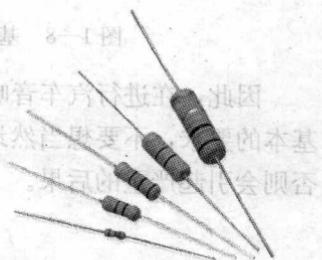

图 1—9 色环电阻器
色环电阻器是在电阻器表面用不同颜色的色环表示电阻阻值与误差的电阻器，如图 1—9 所示。
(1) 四色环电阻器。四色环电阻器用四道颜色环来表示电阻器的阻值与误差，第一色环、第二色环表示顺序的两位有效数字；第三色环表示有效数字后“0”的个数；第四色环表示误差：金色表示 5%，银色表示 10%，无色表示 20%。四色环电阻器阻值的读取方法如图 1—10 所示。